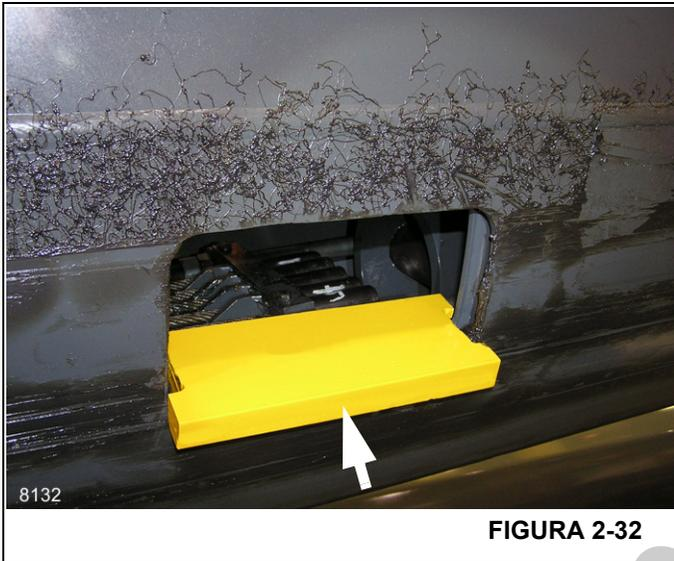

FIGURA 2-32
3. Instale la herramienta para válvula de retención telescópica, N/P 80041761 (vea la Figura 2-32). Mientras mantiene la herramienta en posición, haga que un ayudante retraiga la sección 3 para bloquear la herramienta en su lugar.